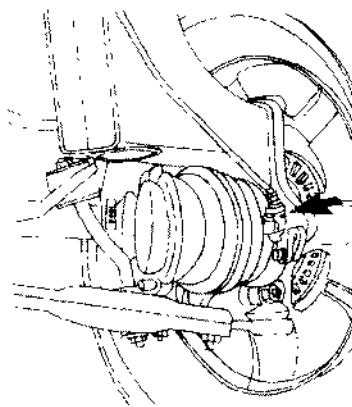

图 7.46 拆卸前轮速度传感器
- ④ 拔下传感器导线插头，如图 7.46 箭头所示，拆下传感头固定螺栓，取下传感器。